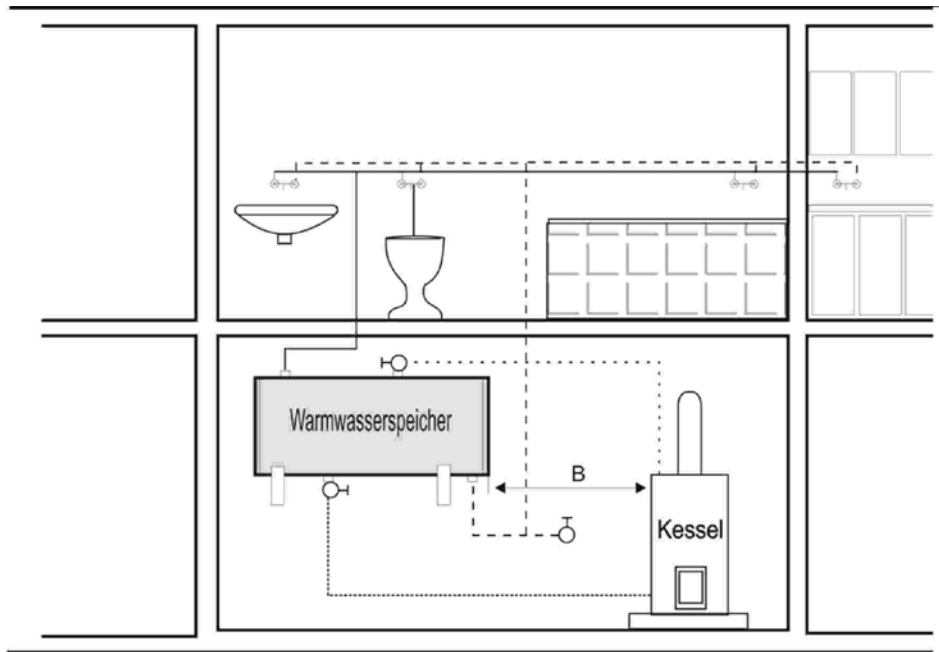

Bild 6
- Das Schema des Elektroanschlusses ist dem Wassererwärmer am Gehäuse der Elektroinstallation (Bild 6) beigelegt.